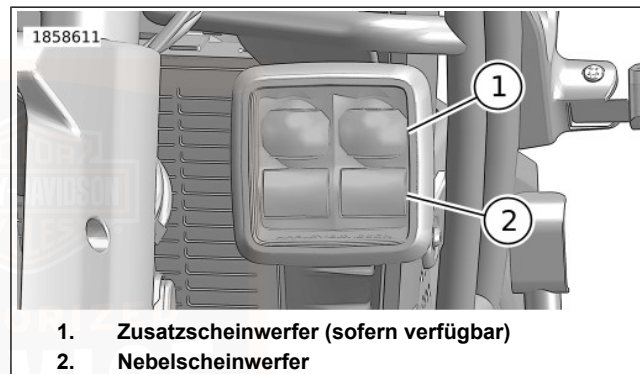

Abbildung 47. Zusatz-/Nebelscheinwerfer
Siehe Abbildung 47. Die Zusatzscheinwerfer (1) und die Nebelscheinwerfer (2) befinden sich im gleichen Gehäuse.